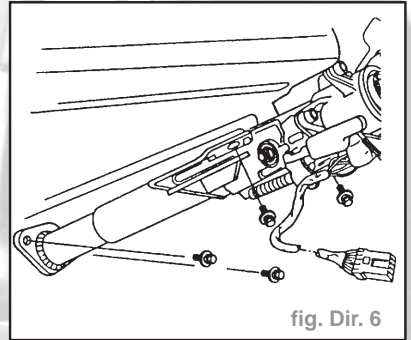

fig. Dir. 6
- les vis de sûreté de la colonne de direction, 2 sur la tôle de plancher et 2 sur le support supérieur (fig. Dir. 6),